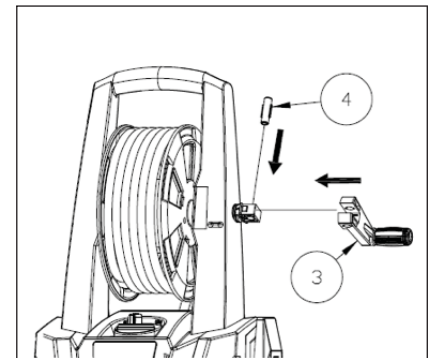

Figure 7 - Assembler la poignée dans l'unité (PW190200 seulement)
5. Assembler la poignée (3) dans l'unité en insérant la tige (4) à la tige de liaison (voir la figure 7).